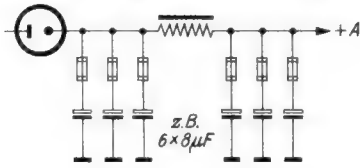

Bild 1. Zusatzsicherungen im Netzteil eines Kraftverstärkers
**Bild 1.** In einem Kraftverstärker bestehen die Elektrolytkondensatoren im Netzteil aus mehreren parallelgeschalteten kleineren Einheiten. Wenn während des Betriebes ein Teilkondensator durchschlägt, schmilzt die ihm zugeordnete Sicherung ab, ohne daß die Übertragung unterbrochen wird. Ungünstigstenfalls nimmt das Netzbrummen etwas zu. Zur Gerätepflege gehört, daß man von Zeit zu Zeit prüft, ob noch alle Sicherungen in Ordnung sind. Eine etwa durchgeschlagene zeigt sofort an, welcher Kondensator schadhast ist und ausgewechselt werden muß. Durch diesen kleinen Schaltkniff wird die Betriebssicherheit der Anlage ganz beträchtlich erhöht und die Wartungsarbeiten können in ganz kurzer Zeit durchgeführt werden, weil die Fehlersuche auf Minutenbruchteile abgekürzt ist.